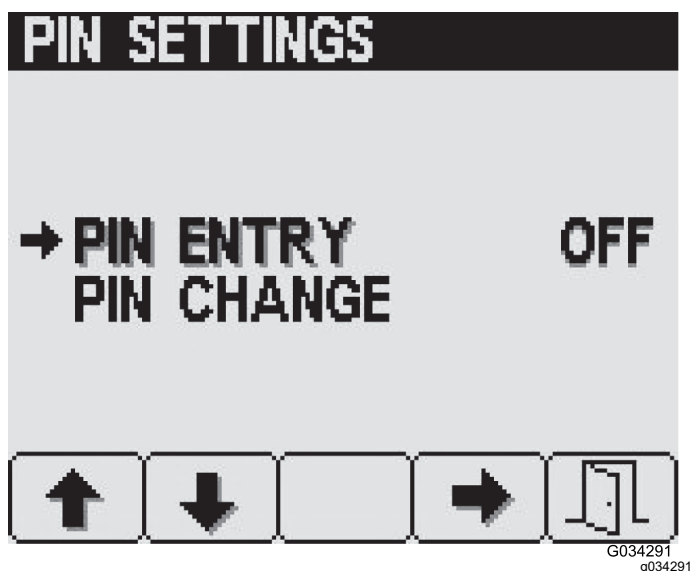

Figura 25
1. Premete il pulsante 1 o 2 per selezionare l'opzione INSERIMENTO PIN (Figura 25).
2. Premete il pulsante 4 per ATTIVARE O DISATTIVARE il requisito PIN (Figura 25).